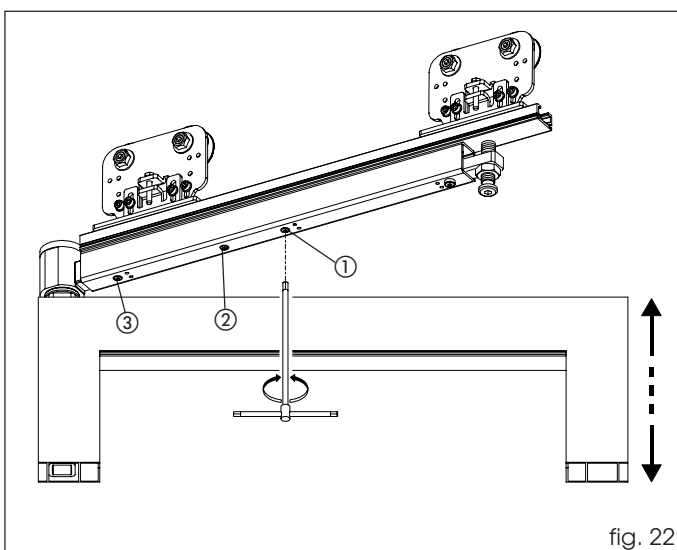

fig. 22
Procéder au réglage en hauteur (fig. 22) en agissant sur le goujon ①. Serrer les goujons de blocage ② et ③.